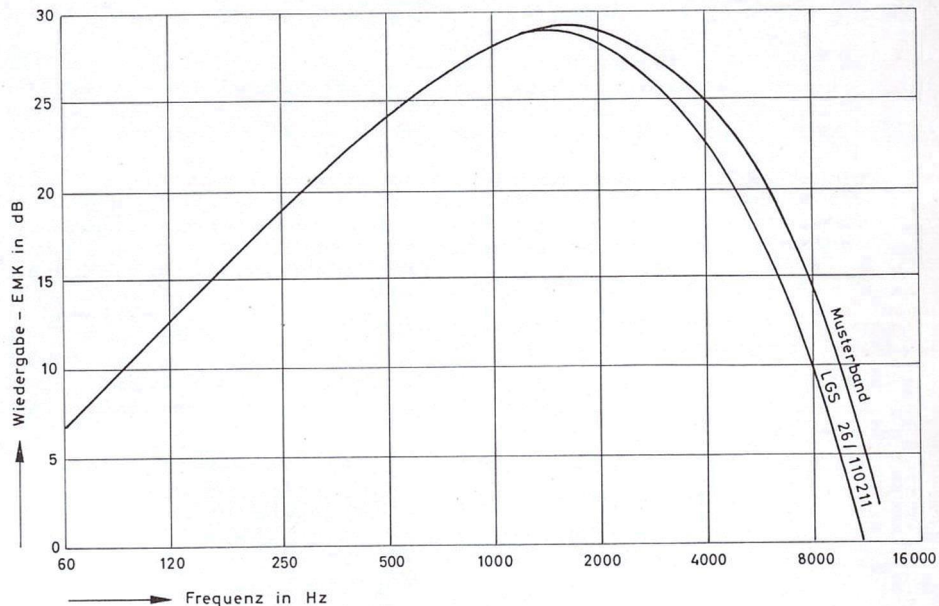

Bild 4 Kopfkurven mit LGS 26/110211 und mit neuem Bandmuster für 1-kHz-Arbeitspunkt, 4,76 cm/sek. Bandgeschwindigkeit und 5% linear entzerrten Klirrfaktor
Auch die Dynamik scheidet heute aus der Diskussion bereits mehr oder weniger aus. Gewiß wächst der Ruhegeräuschspannungsabstand theoretisch und unter sonst gleichen Umständen (sofern diese überhaupt praktisch realisiert werden können!) mit der Wurzel aus der Spurbreite; nachdem aber gute Viertelspurgeräte heute auch in der Serienproduktion die 50-dB-Marke bei 4,76 cm/sek. mit Sicherheit einhalten, braucht man sich um Qualität nicht mehr ernsthaft zu streiten, zumal es nach unseren Untersuchungen nur sehr wenige modern instrumentierte Musikstücke gibt, bei denen die betrieblich ausnutzbare Dynamik um etwa 3 dB verschlechtert werden muß (5), und zumal Anzeichen für eine weitere Verbesserung der Bänder vorhanden sind (vergl. Bild 4).